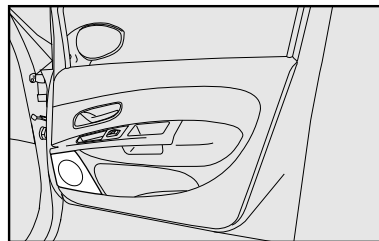

fig. 109
- alto-falantes na porta dianteira **fig. 109**,